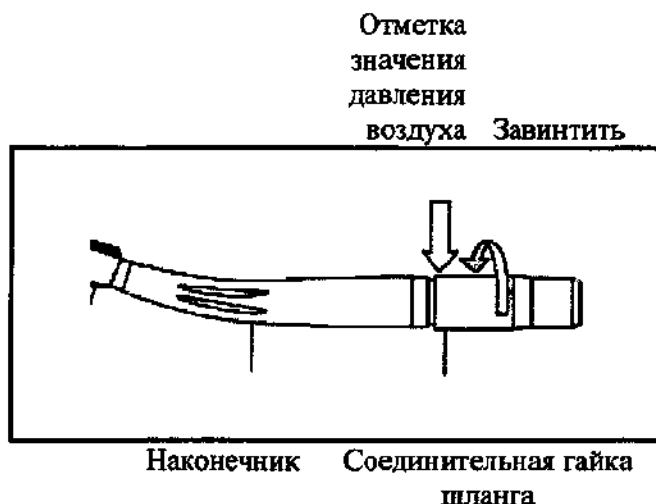

Рис. 1
- 2) Завинтите соединительную гайку шланга (Рис. 1).
Установите отметку значения давления воздуха в позицию, отмеченную стрелкой на Рис. 1 и Рис.